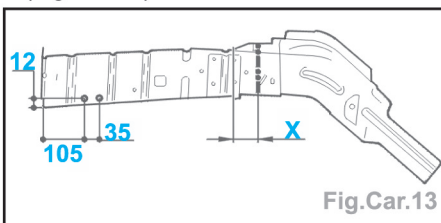

Fig.Car.13
- Tracer, puis découper (coupe définitive) (Fig.Car.13).